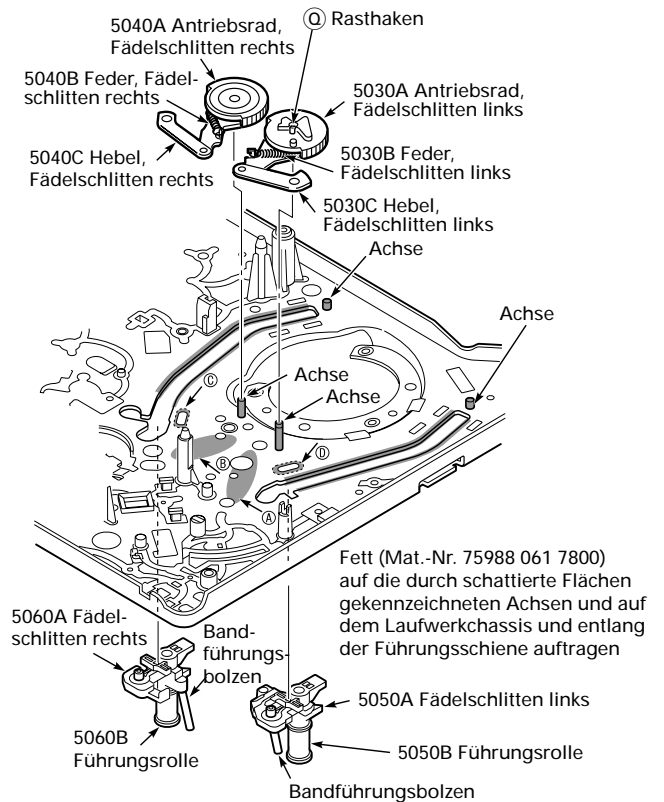
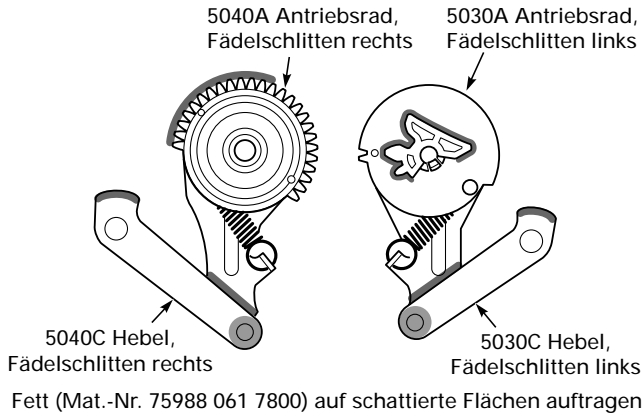

Fig. 8.25
Fig. 8.28
- Rasthaken ⊕ ausrasten und das Fädelschlittenantriebsrad (Pos. 5030A) und die ausgehängte Fädelschlittenfeder (Pos. 5030B) abnehmen (Fig. 8.25). Beim Ausbau dieser Teile darauf achten, daß die Fädelschlittenfeder (Pos. 5030B) nicht abspringt.
- Fädelschlittenantriebsrad (Pos. 5040A) und die ausgehängte Fädelschlittenfeder (Pos. 5040B) abnehmen (Fig. 8.25). Beim Ausbau dieser Teile darauf achten, daß die Fädelschlittenfeder (Pos. 5040B) nicht abspringt.
- Verwenden Sie zum Schmieren der Fädelschlittenmechanik ausschließlich das Schmiermittel mit der Materialnummer **75988 061 7800** und beachten Sie die Schmierhinweise in Fig. 8.25 und Fig. 8.28!